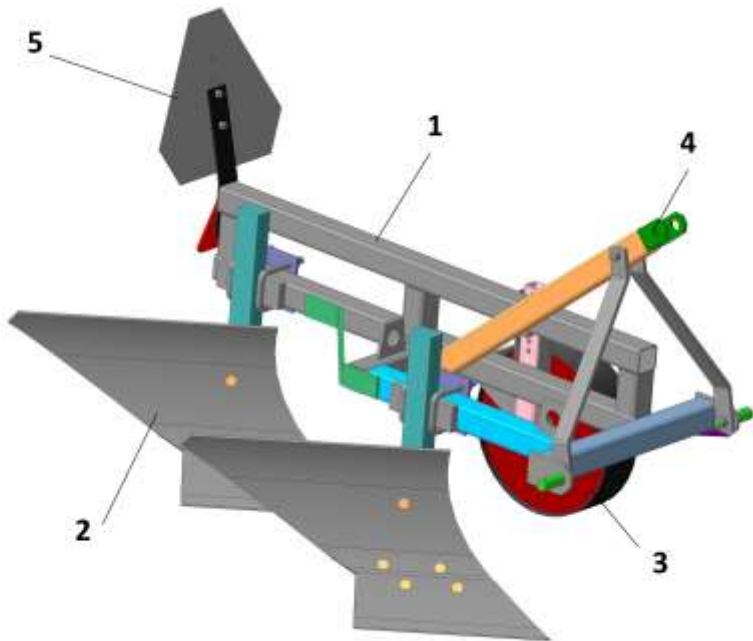

Рисунок 1 – Плуг Т-101
3.1 Плуг (рис. 1) представляет собой сборную конструкцию, состоящую из сварной рамы 1, на которой установлены: два корпуса плуга 2, копирующее колесо 3, сцепка 4 и светосигнальное оборудование 5.